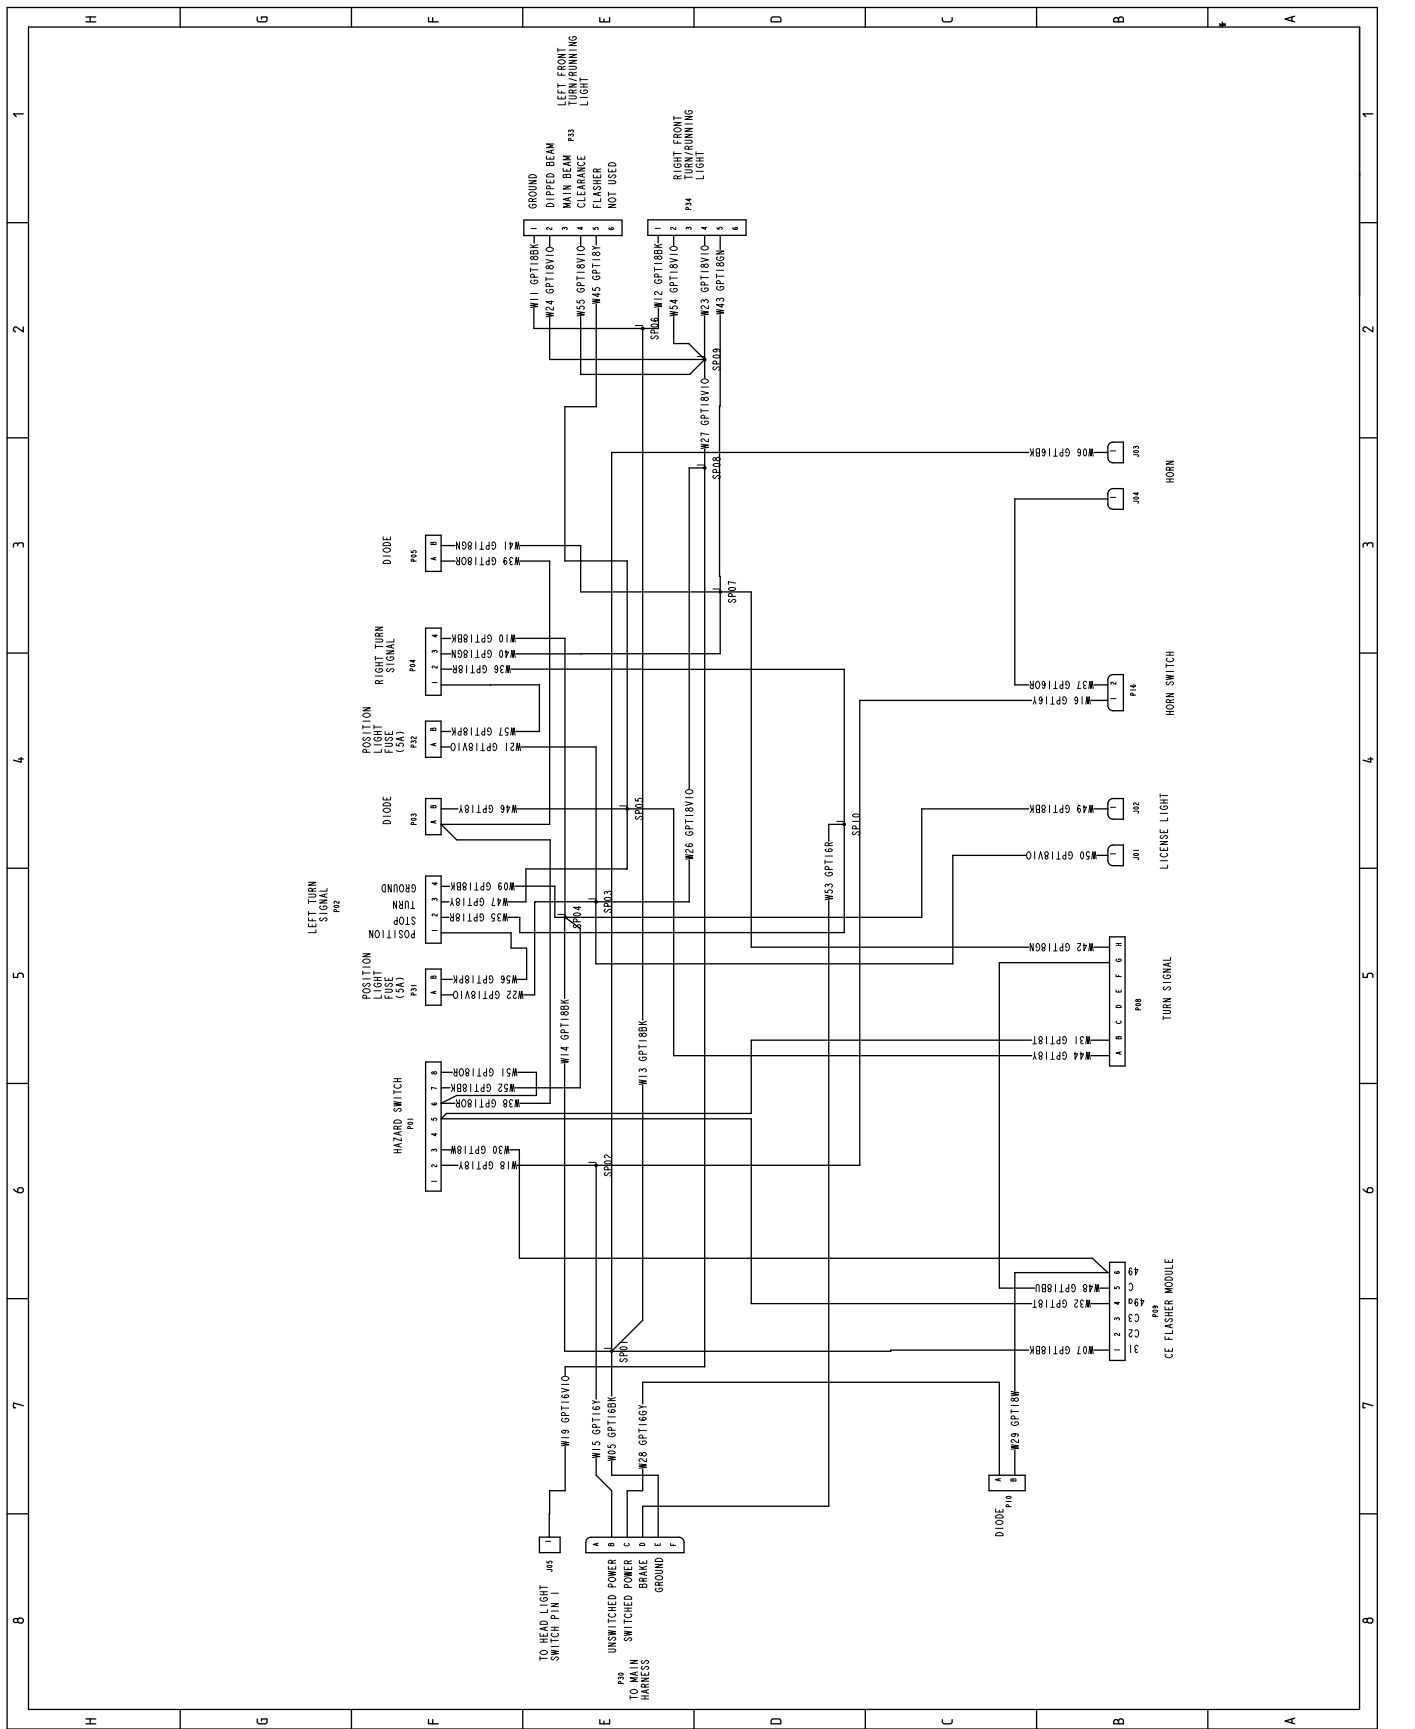

**Figure 79**
2. Remplacez-le par un fusible neuf (Figure 79).